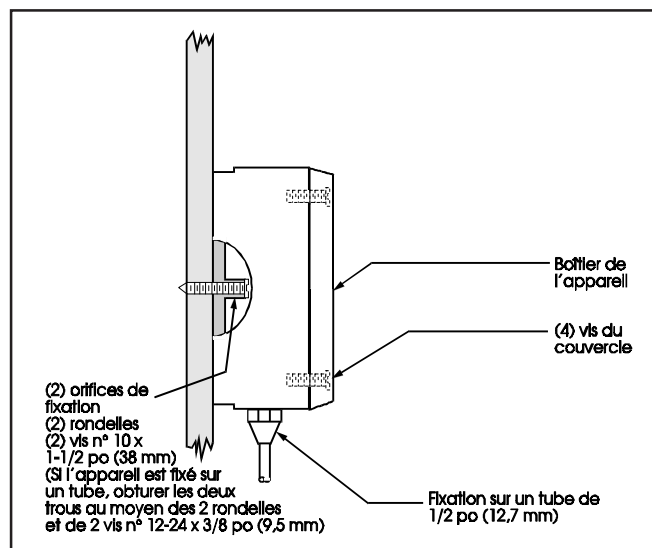

Figure 2 . Fixation de l'amplificateur à distance
1. Fixation de l'Adaptatone (voir la Figure 2).
- a. Retirer les (4) vis du couvercle du boîtier de l'appareil puis retirer le couvercle.